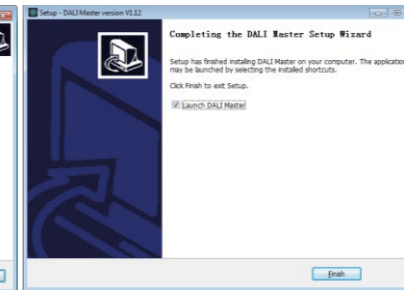

Figura 6 Installazione completa
**Fase 6:** Completare l'installazione come mostrato nella Figura 6.